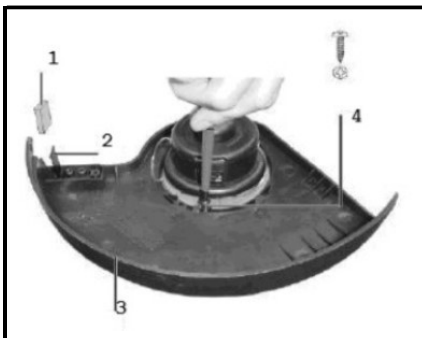

Рис.2
2. Закрепите защитный кожух на нижней части триммера и прикрутите его прилагаемыми винтами (4) (рис.2). На кожухе закреплён специальный нож (2) с надетой на него транспортировочной резиновой защитой (1).